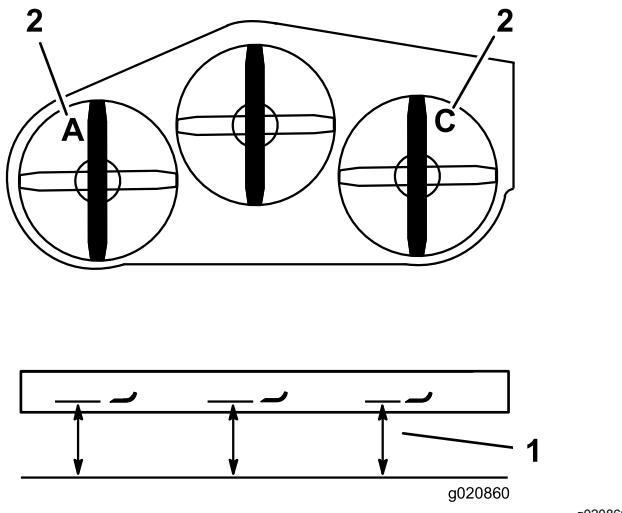

Figura 85
- Misurate la lama sinistra al punto **A** da una superficie piana fino al tagliente della punta della lama e annotate la misura rilevata (Figura 85).
- Misurate la lama destra al punto **C** da una superficie piana fino al tagliente della punta della lama e annotate la misura rilevata (Figura 85).
- Regolate i dadi di regolazione nelle forcelle, nei punti **A** e **C** per ottenere l'altezza corretta (Figura 85).
3. Misurate la lama destra al punto **C** da una superficie piana fino al tagliente della punta della lama e annotate la misura rilevata (Figura 85).